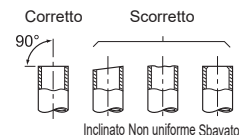

Fig. 2
- Se il tubo di scarico fornito con l'unità interna dovesse risultare troppo corto, collegarlo al tubo di scarico (J) aggiuntivo fornito dal distributore. (Fig. 2)